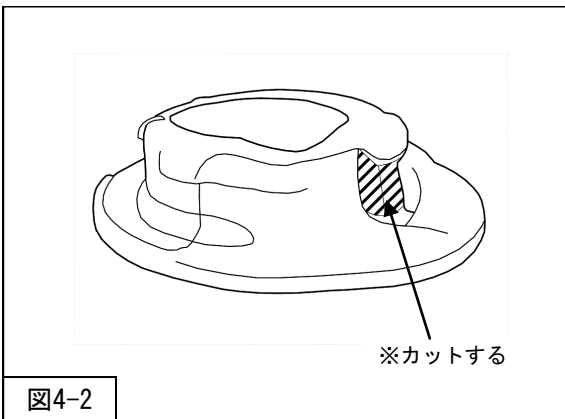

図4-2
3. スプリングロアシートの斜線部分をカットしてください。（図4-2）